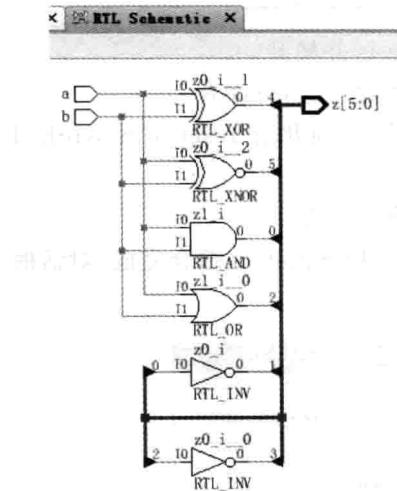

图 2.22 打开 RTL 原理图符号
(5) 如图 2.22 所示,自动打开 RTL Schematic。可以看到对 HDL 描述翻译进行后,得到的 RTL 级连接结构。